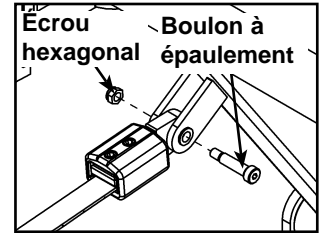

Figure 2
- E. Repérez la courroie fixée à l'arbre de pivot. Retirez le boulon à épaulement et l'écrou hexagonal fixant la courroie à l'arbre de pivot. Reportez-vous à la figure 2.
- N. Attachez l'autre extrémité de la courroie à l'arbre à l'aide des vis à tête ronde et du contre-écrou en nylon retirés à l'étape 4E. Reportez-vous à la figure 2.